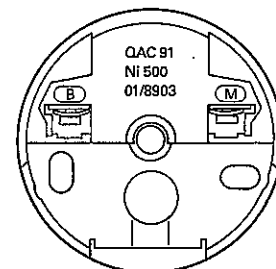

Abb. 26
3. Anschlußleitung an die Klemmen „B“ und „M“ anschließen (Abb. 26).